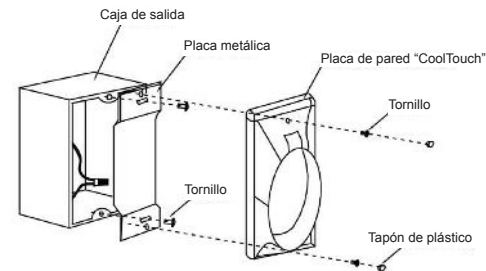

Figura 24
Paso 2. Instale la placa de metal y la placa de pared “CoolTouch” en la caja de salida existente en la pared con los 4 tornillos provistos. Luego coloque los dos tapones de plástico en la placa de pared. (Figura 24)